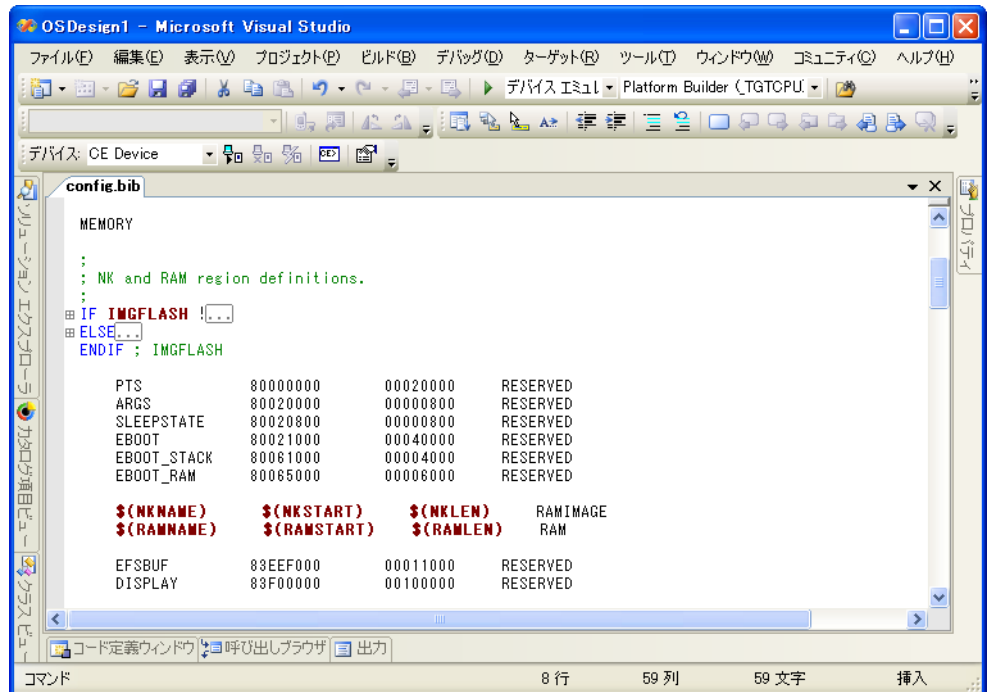

図 6-9 Config.bib ファイルでの予約メモリ領域の定義
- **静的、Config.bib ファイルで RESERVED セクションを作成する** BSP フォルダの Config.bib など、ランタイム イメージの BIB ファイルの MEMORY セクションを使用して、静的に物理メモリを保持することができます。図 6-9 はこのアプローチを示しています。メモリ領域の名前は情報提供目的